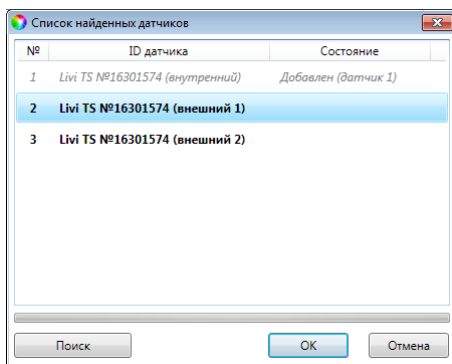

Рисунок 7.5 – Окно *Список найденных датчиков*
- 2) В открывшемся окне *Список найденных датчиков* (см. рисунок 7.5) выделите строку термодатчика, щелкнув по ней левой кнопкой мыши, и нажмите кнопку *OK*.